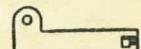

Рис. 7. Пружина шомполя
**Пружина** (рис. 7) шомполя служит для удержания шомполя в шомпольной трубке.